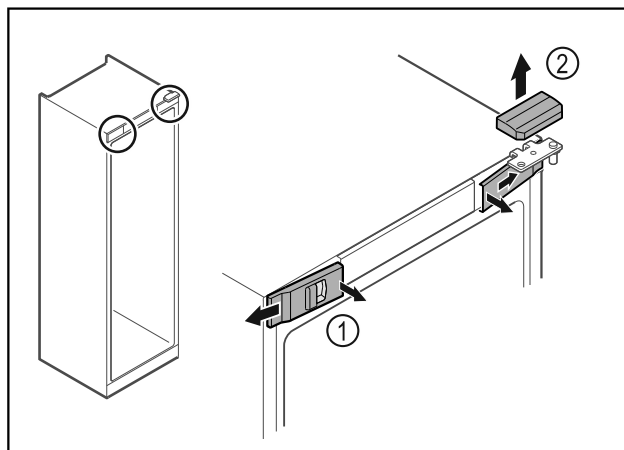

Fig. 12
- ▶ Wyczepić przednie osłonki Fig. 12 (1) i odchylić w bok.
- ▶ Górną osłonkę Fig. 12 (2) zdjąć w górę.